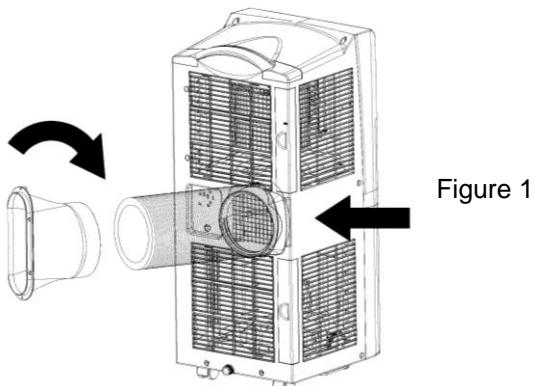

Figure 1
### 1.1 Installez le tuyau (comme indiqué sur la Fig.1)
- 2) insérez le tuyau (l'extrémité du joint d'échappement) dans la fente d'aération du panneau arrière (poussez à gauche) et terminez l'assemblage (comme indiqué à la figure 1).